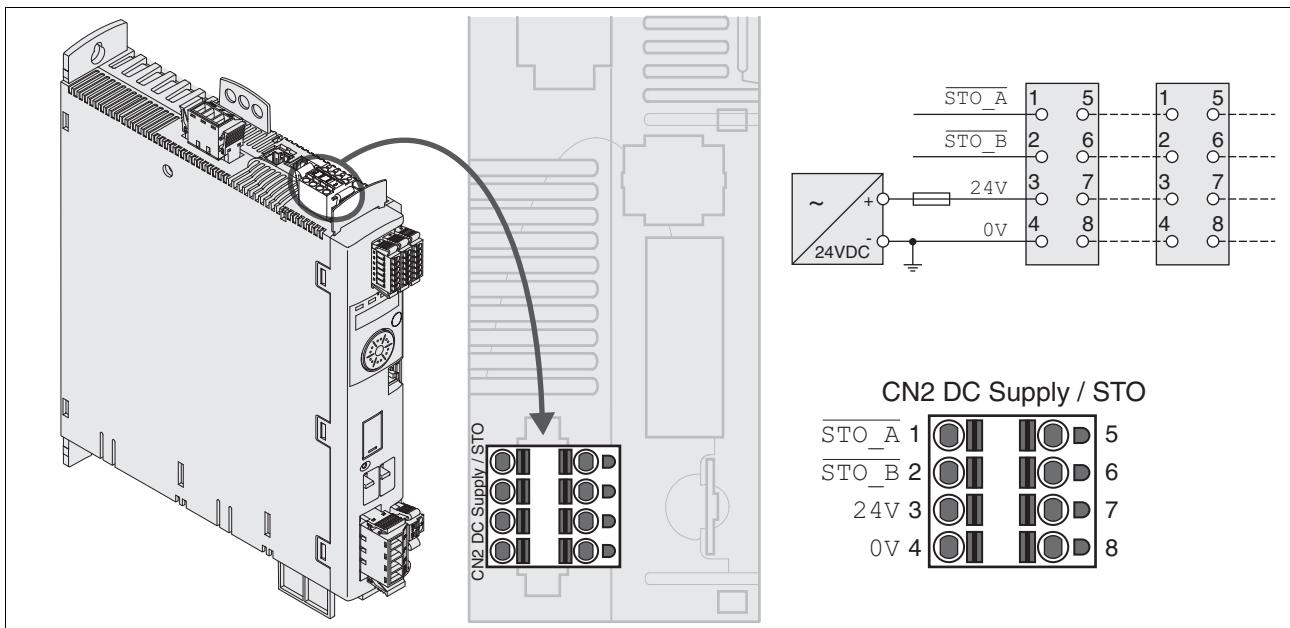

图 6.18 控制系统电源接线图
- CN2 接头、针脚 3 和 7 以及 CN2、针脚 4 和 8 (见图 6.18) 可作为 24V/0V 接头而用于其它的用电器。¹ 注意最大允许端子电流 (“压簧端子 CN2 的属性”)。